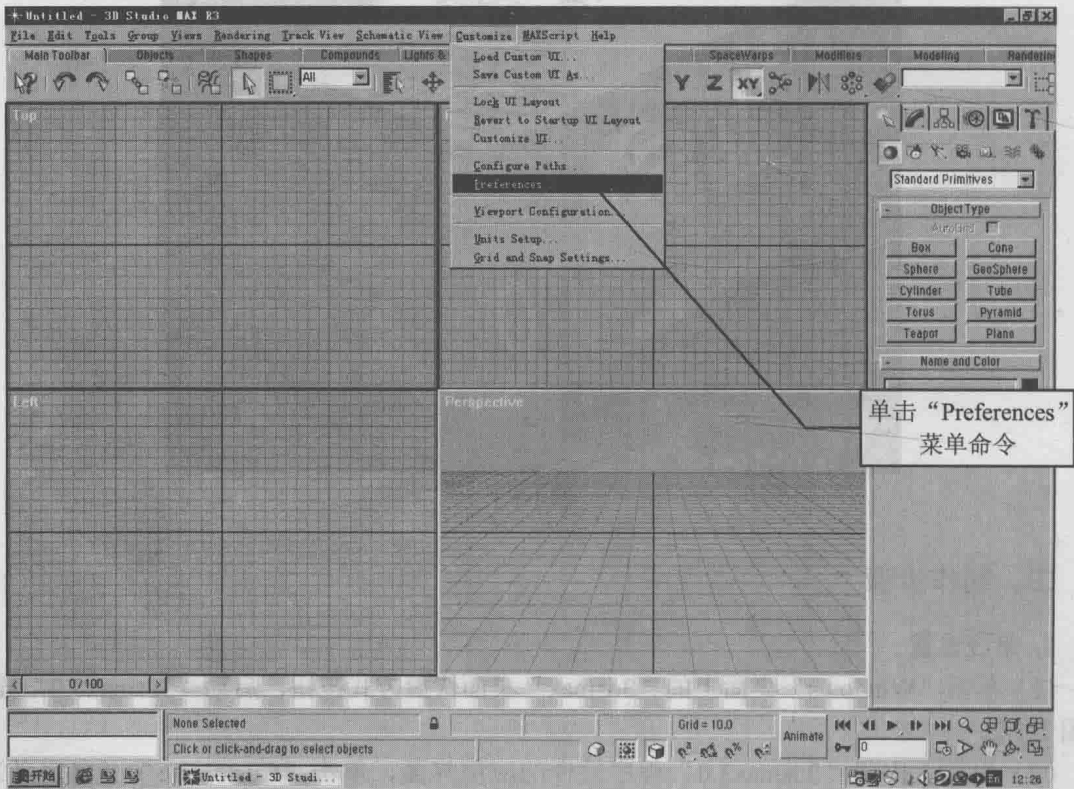

图 1-1-3
(2) 屏幕上出现“3dsmax3.0”程序软件的应用界面，单击“Customize”（自定义）→“Preferences”（系统参数设置）菜单命令，如图 1-1-3，进行系统设置。